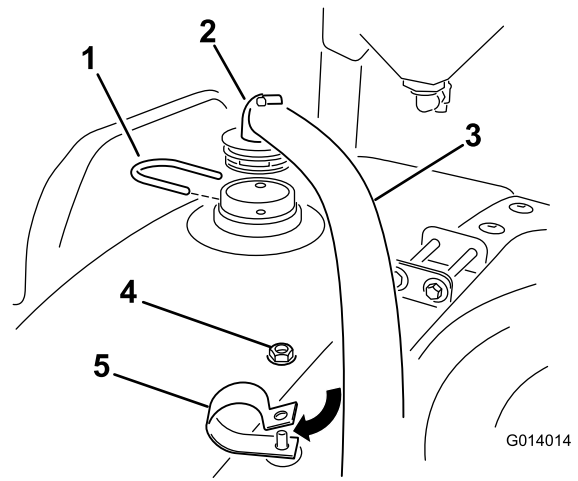

Figura 19
- Instale el extremo de la manguera que lleva un acoplamiento de 90 grados al conector estanco que instaló anteriormente con una horquilla de retención (Figura 19).
- Instale una contratuerca sobre el perno de la abrazadera en R y apriételo, de momento con los dedos solamente (Figura 19).